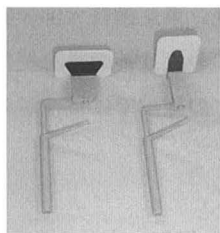

図6. EEZEE-GRIP 概観
- ・ EEZEE-GRIP (コーン指示用リング無し) (以下、EGと略す。図6)